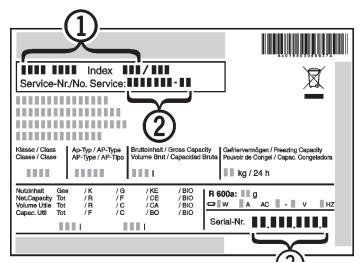

Fig. 11
- Назва пристрію Fig. 11 (1), сервісний номер Fig. 11 (2) та серійний номер Fig. 11 (3) вказані на таблиці типів. Табличка типів знаходитьться всередині пристрію, зліва.
- Повідомте сервісну службу про характер неполадки, назву пристрію Fig. 11 (1), сервісний номер Fig. 11 (2) та серійний номер Fig. 11 (3).